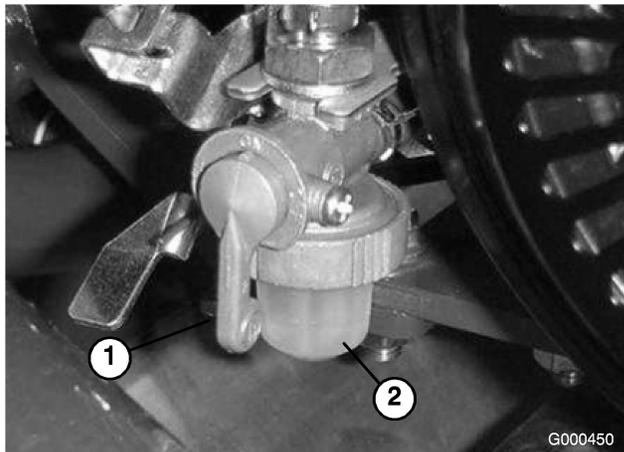

図 25
1. 燃料バルブを閉じて、フィルタのボディーからボウルを外す (図 25)。